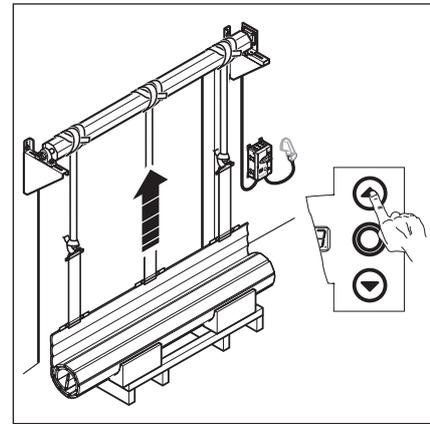

Abb. 6-18: Torbehang mit Hilfe der Gurtbänder auf die Wickelwelle wickeln
6. Im Totmannbetrieb in Richtung *Tor-Auf* fahren, bis der Torbehang vollständig auf die Wickelwelle gewickelt ist (siehe Abb. 6-18).